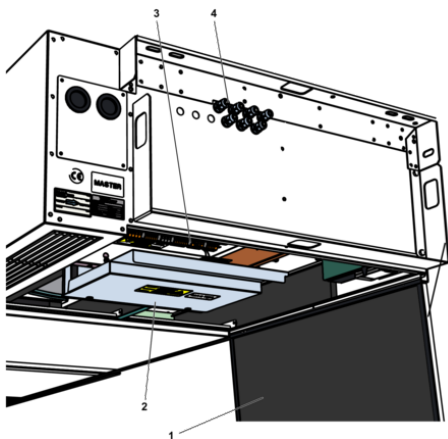

Abb. 46: Elektroanschlüsse SCHOOLAIR-D-HV
1. ▶ Den Revisionsdeckel (Abb. 46/1) des Lüftungsgerätes öffnen → Kapitel 9.2 „Revisionsdeckel öffnen/schließen“ auf Seite 57.
2. ▶ Schnellverschlüsse der Klemmenabdeckung (Abb. 46/2) lösen und Abdeckung entfernen.
Der 230 Volt Anschlussbereich unterhalb der Anschlussklemmen (Abb. 46/2) darf nicht geöffnet werden.
3. ▶ Die Anschlussleitungen durch die Gehäusedurchführungen (Abb. 46/4) legen und im Gerät eine Leitungsreserve (ca. 30 cm) legen. Das Lüftungsgerät an den Anschlussklemmen (Abb. 46/3) anschließen, entsprechend der nachfolgenden Informationen.